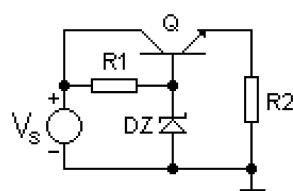

Fig. 1
I regolatori di tensione del genere sono realizzati in innumerevoli versioni, che si differenziano sia per la corrente che sono in grado di sopportare, sia, più recentemente, per la caduta di tensione tra ingresso ed uscita: il cosiddetto drop-out; i più apprezzati sono i regolatori LDO (Low Drop-Out), regolatori a bassa caduta, che permettono di ottenere, ad esempio, i 5 volt partendo da una tensione d'ingresso di soli 6-6,5 volt. La tipica configurazione di un regolatore serie è quella mostrata nella Fig. 1, che riporta un canonico regolatore positivo (cioè per alimentazioni positive rispetto a massa) con transistor NPN (Q) configurato a collettore comune, polarizzato in base alla tensione stabilizzata da un diodo Zener e che alimenta il carico (R2, nello schema) tramite l'emettitore.
I regolatori integrati moderni sono molto più complessi dello schema di Fig. 1 e contengono elementi in grado di migliorare la stabilità della tensione in uscita grazie a meccanismi di retroazione ed altro; il principio però rimane identico, ed altrettanto è per il principale difetto di questa tipologia: tutta la corrente richiesta in uscita scorre attraverso il transistor, ai capi del quale deve cadere la differenza tra la tensione presente all'ingresso e quella in uscita.